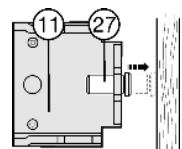

Fig. 14
- ▶ Ajustar o parafuso de nivelamento Fig. 14 (27) no apoio central Fig. 14 (11) até encostar à parede lateral do armário.